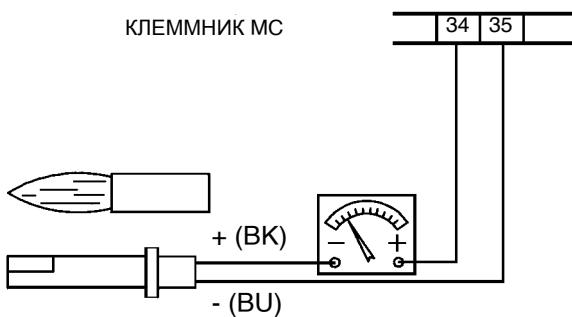
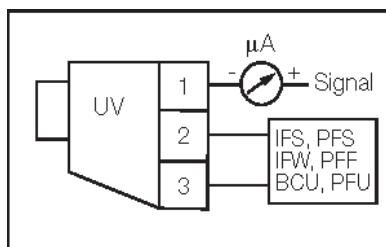

Рис. 28
Рис. 29
- Проверить и аккуратно почистить ФотоРезистоР улавливания пламени и, если необходимо, заменить его. В случае возникновения сомнения, проверить контрольный контур, после того, как горелка будет вновь запущена, согласно схеме на Рис. 28-Рис. 29;
Для того, чтобы замерить контрольный сигнал, действовать согласно схеме на Рис. 28. Если сигнал не соответствует указанным параметрам, проверить электрические контакты, чистоту головки сгорания, положение фотодиода и, при необходимости, заменить его.
Для контроля тока обнаружения см. схему на Рис. 29. Если сигнал - ниже указанного значения, проверьте положение фотоэлемента, электрические контакты и при необходимости замените фотоэлемент.